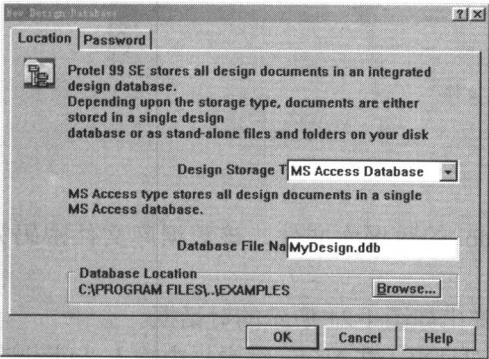

图 1-17 新建设计数据库文件设置对话框
(1) 执行菜单命令“File 文件→New 新建”，系统将弹出如图 1-17 所示的对话框。如果系统已经打开了一个数据库，此时要创建另外一个数据库，那么必须执行菜单命令“File 文件→New Design 新建数据库”，以后如果不作特殊说明，表示当前没有数据库被打开。
图 1-17 所示对话框中的“Design Storage Type”列表框表示数据库文件的保存类型，单击其右侧的下拉按钮，有“MS Access Database”和“Windows File System”两个选项。选择“MS Access Database”类型时，系统将设计过程的全部文件（如原理图、PCB 文件等）都存储在设计数据库中，对这些文件的操作必须通过数据库，数据库文件还可以根据需要设置用户密码。选择“Windows File System”类型时，则是将原理图、PCB 文件等分别独立地存放在一个指定的文件夹中，可以在 Windows 资源管理器中对这些文件独立地进行操作。